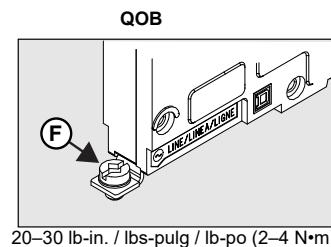

FIG 1A
**NOTE:** The load neutral wire (E) and panel neutral (pigtail wire B; applies to pigtail version only) must be connected according to the preceding instructions for proper functioning of the arc-fault detection device. If plug-on neutral CAFI is installed, circuit breaker neutral connector must be mounted on load center neutral bar for proper functioning of arc-fault detection device. See Figure 1A.
7. Install circuit breaker into panel and re-torque wire connectors. **For bolt-on circuit breakers, tighten screw (F).**
8. Re-install panel trim and attach supplied label (G) to panel so that it is visible with panel trim installed.
**REMARQUE :** Le fil neutre de charge (E) et le fil neutre du panneau (fil en spirale B; ne concerne que la version avec fil en spirale) doivent être raccordés conformément aux directives qui précèdent pour assurer un bon fonctionnement du dispositif de détection de défauts d'arc. Si un disjoncteur CAFI à neutre enfichable est installé, le barre du neutre du disjoncteur doit être monté sur le rail du neutre du centre de distribution pour assurer le bon fonctionnement du dispositif de détection des défauts d'arc. Voir la figure 1A.
7. Installer le disjoncteur dans le panneau et resserrer les connecteurs de fils. **Pour les disjoncteurs boulonnés, serrer la vis (F).**
8. Réinstaller la garniture de panneau et placer l'étiquette fournie (G) sur le panneau de distribution de sorte qu'elle soit visible avec la panneau installé.